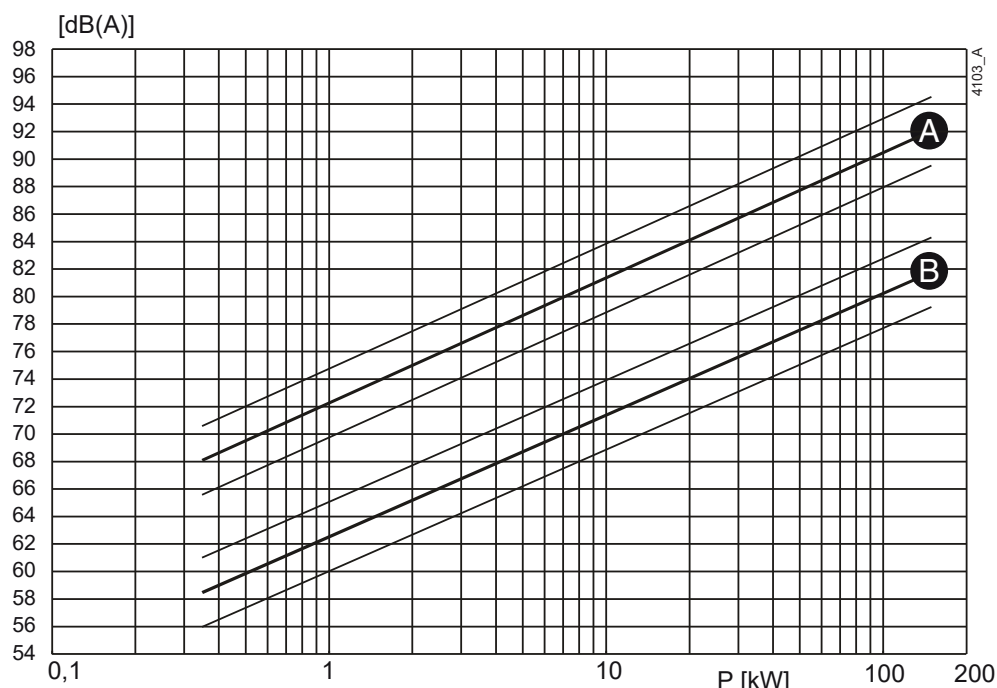
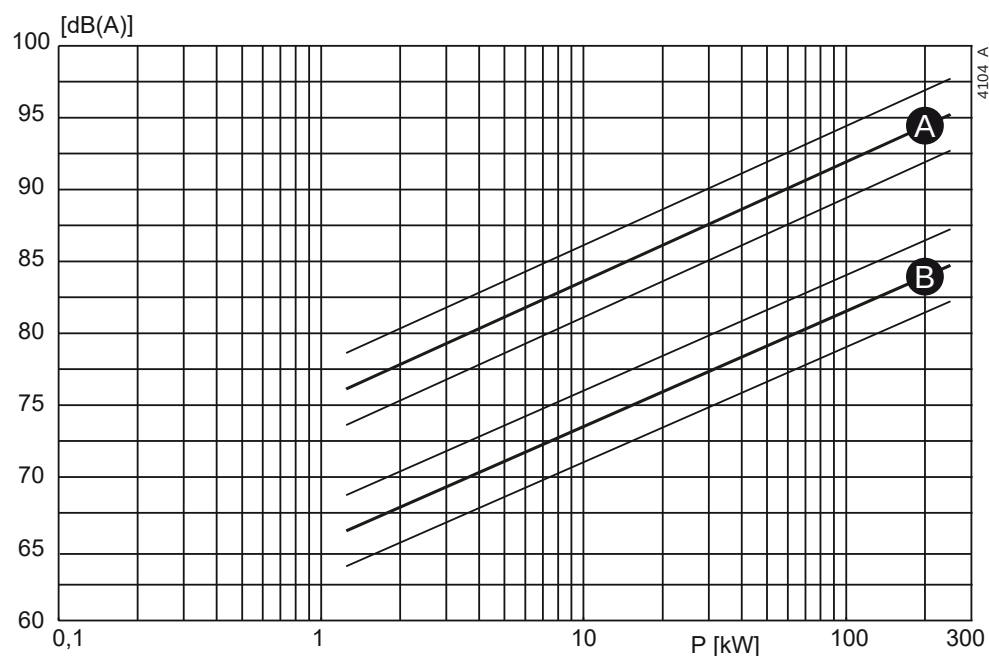

Figura 40: El ruido como función de la capacidad de la bomba [kW] a 1450 min^{-1}
Figura 41: El ruido como función de la capacidad de la bomba [kW] a 2900 min^{-1}
- 1 Para determinar el nivel de ruido (L_1) de la bomba, consulte figura 40 o figura 41.